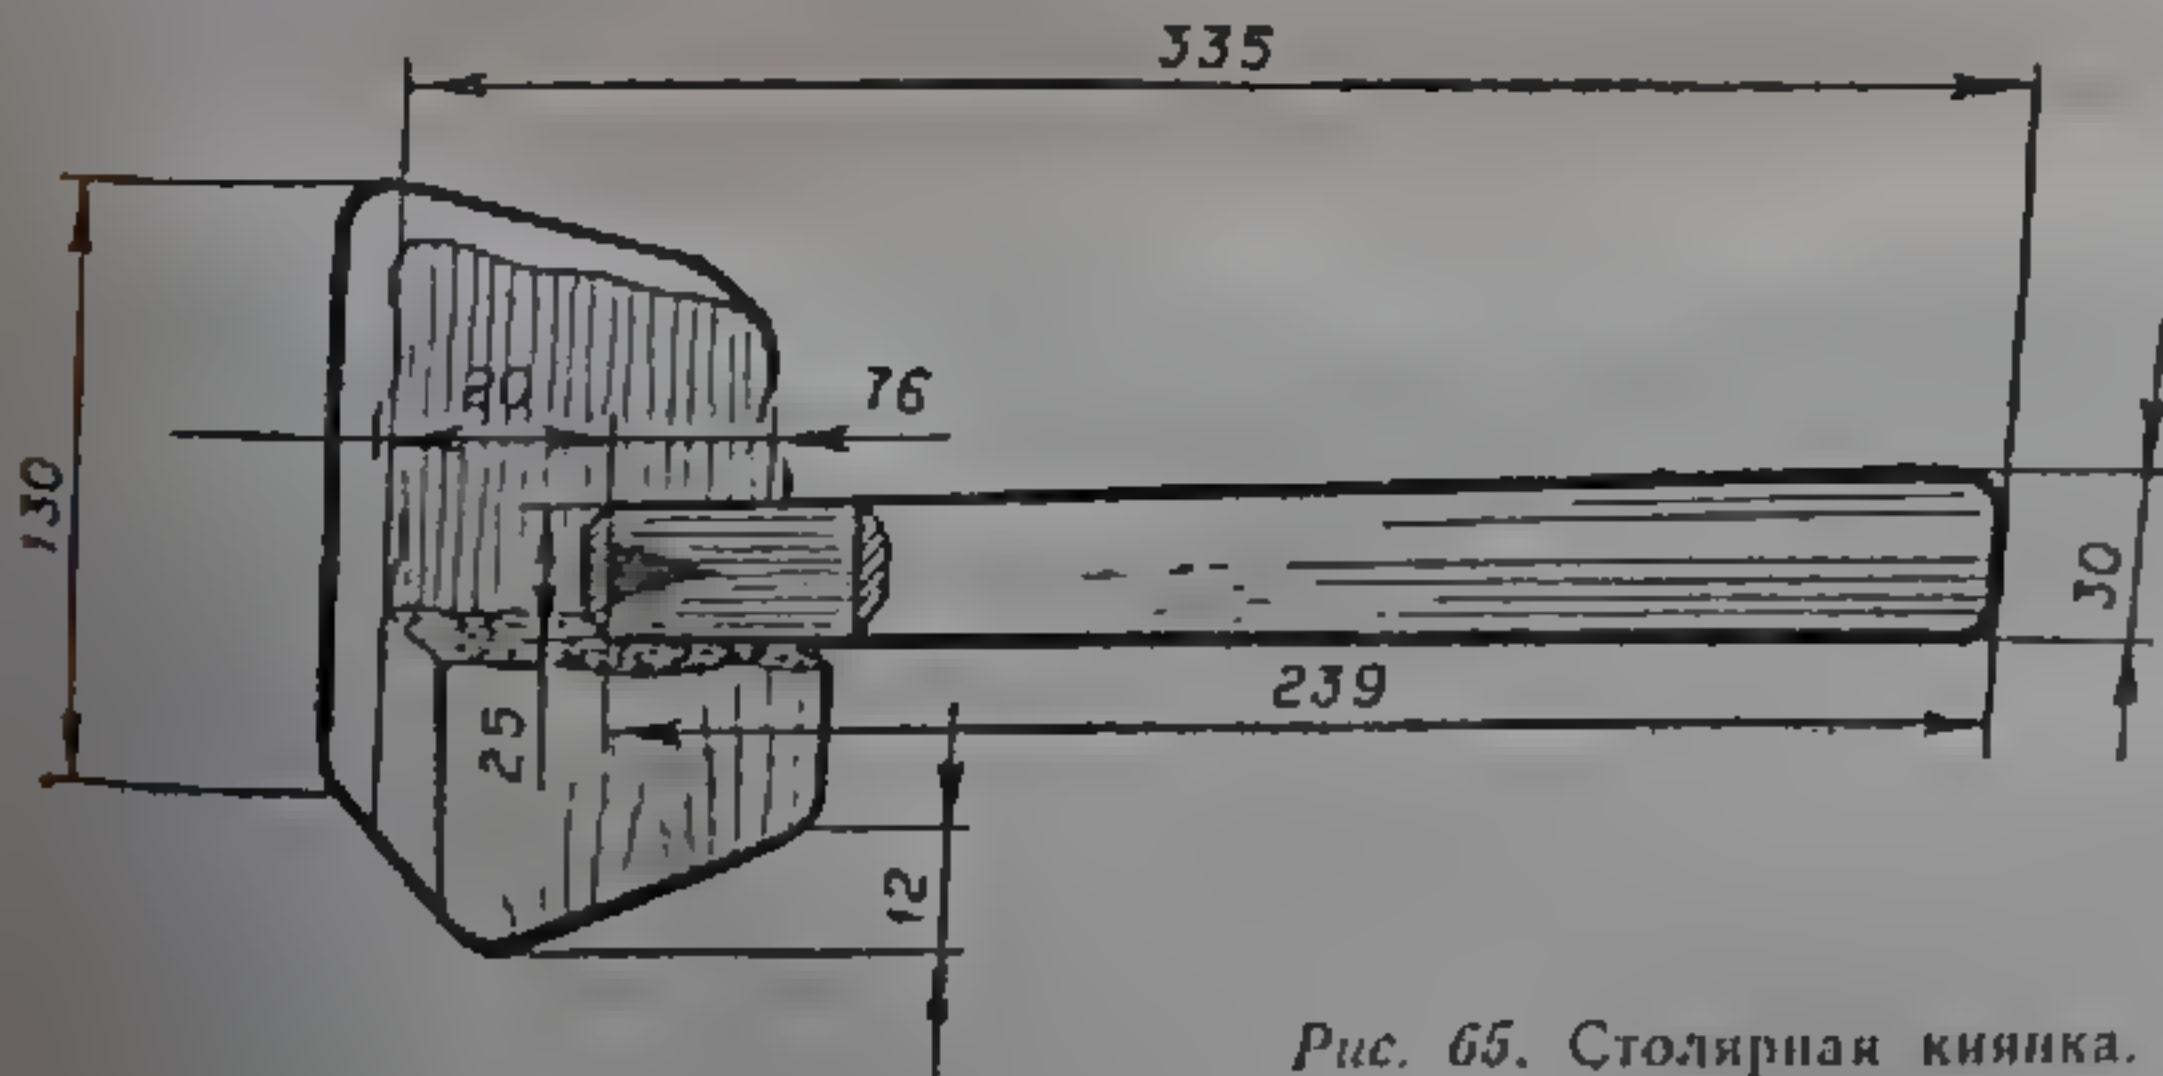

Рис. 65. Столярная киянка.
Головка столярной киянки (рис. 65) не прямоугольная, а несколько скошенная. Это облегчает работу, делает ее более качественной. При ударе такой киянкой по ручке стамески вся сила удара передается на лезвие и инструмент не выворачивается.
(см. рис. 65)
2. Составьте план работы на изготовление столярной киянки (см. рис. 65).